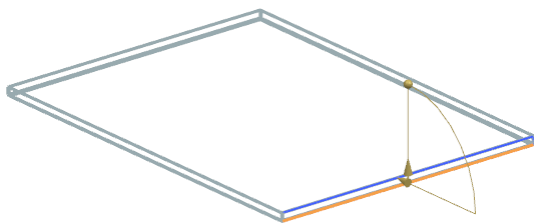

图 11-173 选择弯边
(9) 选择弯边，同时在视图区预览显示所创建的弯边，如图 11-173 所示。设置“宽度选项”为“完整”，“长度”为 9，“角度”为 90，“参考长度”为“外部”，“内嵌”为“材料内侧”，在“折弯止裂口”和“拐角止裂口”下拉列表框中选择“无”。